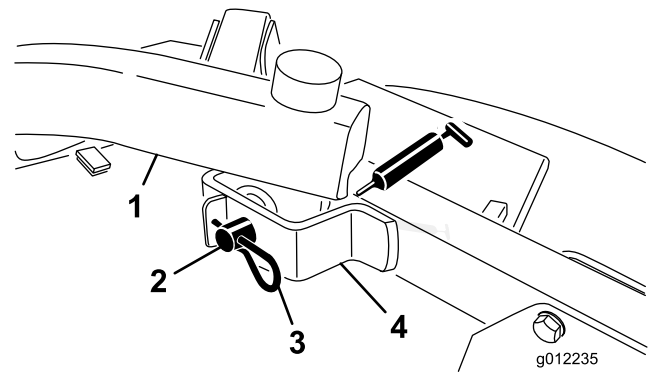

Bild 20
- Hubarmgelenke, vorne (2) (Bild 20)